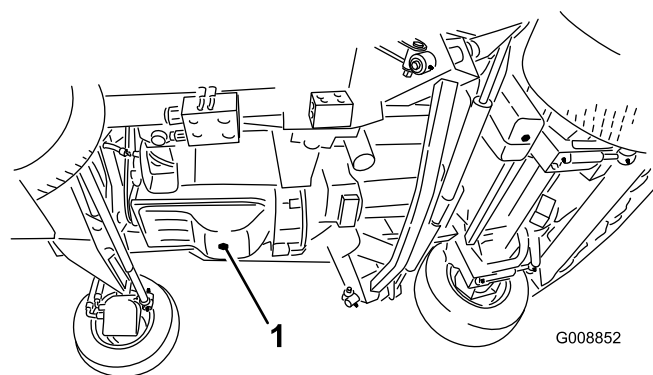

Bild 61
1. Entfernen Sie die Ablassschraube (Bild 61) und lassen Sie das Öl in die Auffangwanne ab. Schrauben Sie die Ablassschraube wieder ein, nachdem das Öl abgelassen ist.